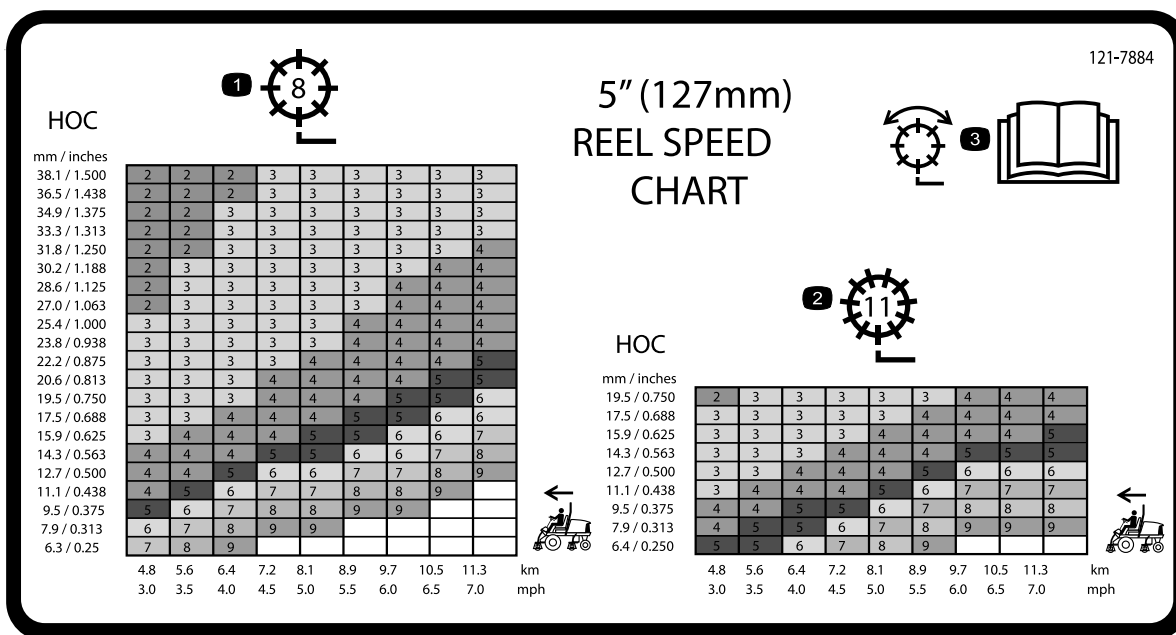
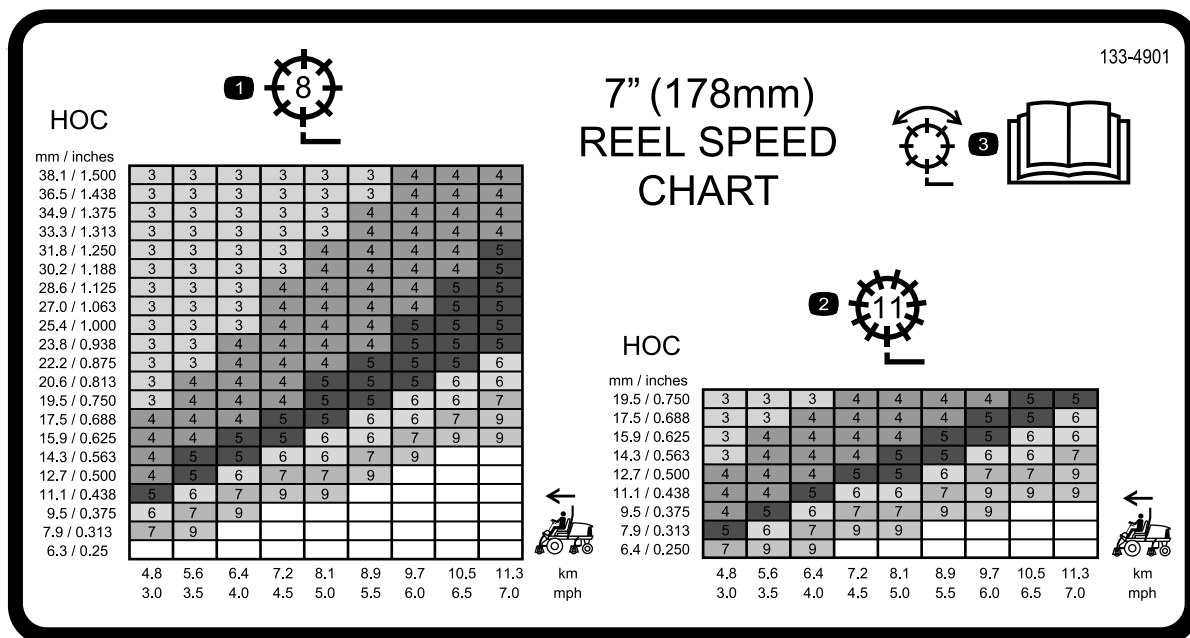

図 40
図 41
3. リール速度チャート図 40と図 41を参考にして、適切なリール速度を選択する。